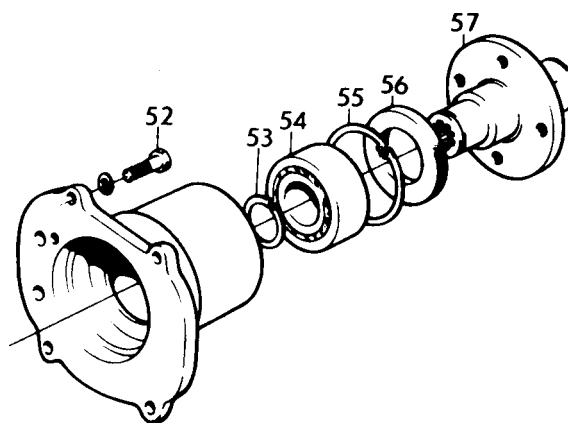

Fig. 10
1. Enfoncer le roulement (54, fig. 10) dans le carter arrière, en se servant du mandrin 884488.
2. Verrouiller le roulement avec le circlips (55).
3. Monter la bague d'étanchéité (56).
4. Mettre un peu de graisse à la bague d'étanchéité et l'enfoncer dans la bride (57). Remarque : L'outil d'appui (mandrin 884263) doit être adapté à la bague intérieure du roulement.
5. Assurer la bride avec la rondelle d'arrêt (53).